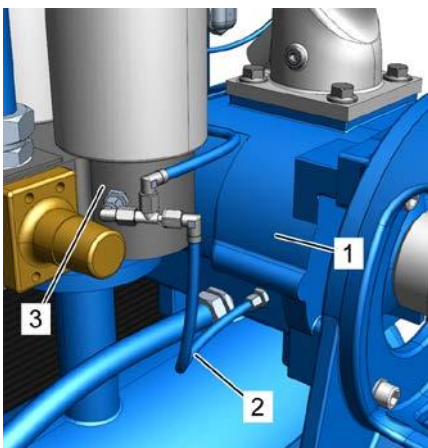

Рис. 47: Обратный трубопровод
Отсоедините обратный трубопровод (Рис. 47/2) на корпусе сепаратора (Рис. 47/3) и ступени компрессора (Рис. 47/1).
6. Очистите обратный трубопровод (Рис. 47/2) и сопло, при необходимости замените их оригинальными запчастями (☞ Приложение D «Список запчастей» на странице 131).
7. Снова установите сопло и обратный трубопровод (Рис. 47/2) на место и затяните резьбовые соединения (☞ Приложение B «Моменты затяжки винтов» на странице 126).